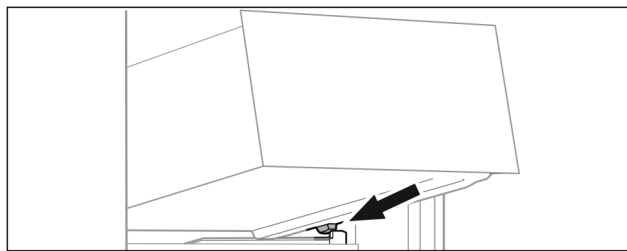

Fig. 12
- ▶ Nasadte zásuvku šikmo za zarážky na žebrování na nádoby Fig. 12 ().